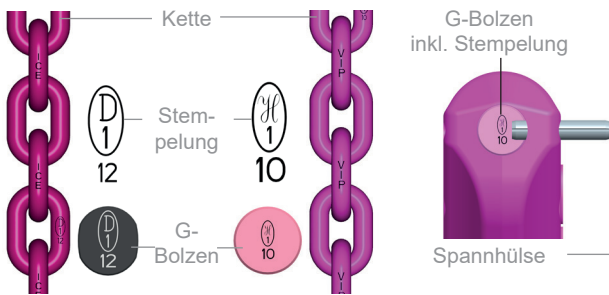

Abb. 1:
- Güteklasse des Bauteils (Abb. 1 bis 3)
- Verwenden Sie bei ICE-Bauteilen nur den ovalen ICE-G-Bolzen (Abb. 1)